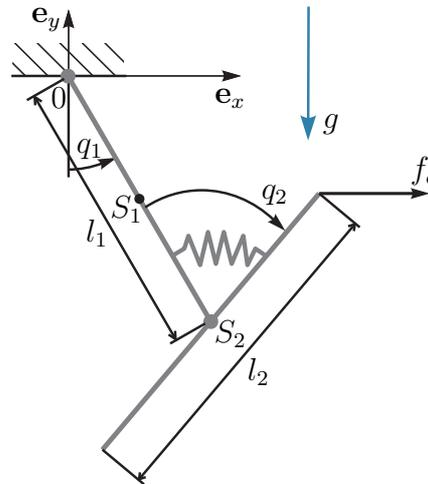

Abbildung 3: Mechanisches System.
3. Betrachten Sie das in Abbildung 3 dargestellte mechanische System. In weiterer Folge sollen die für eine Auswertung der Euler-Lagrange Gleichungen mit den generalisierten Koordinaten q_1 und q_2 benötigten Terme berechnet werden. 13 P.
- Stellen Sie die Ortsvektoren vom Ursprung 0 des in Abbildung 3 eingezeichneten Koordinatensystems zu den Schwerpunkten S_1 und S_2 der Pendelstäbe auf. Ermitteln Sie weiters die Schwerpunktschwindigkeiten. 2 P.